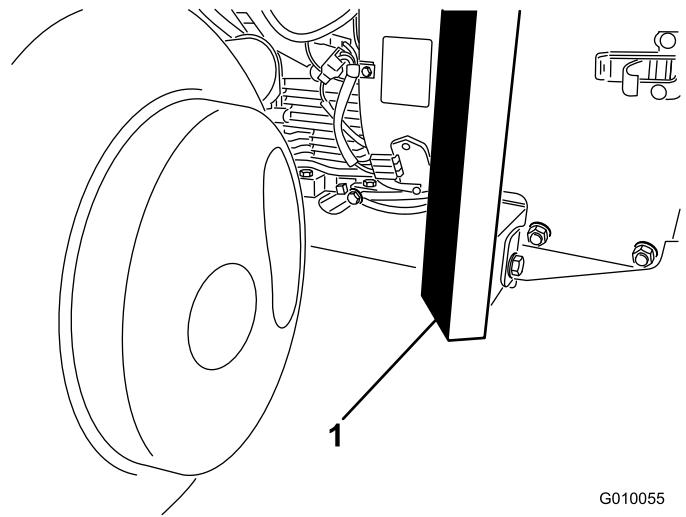

Figura 40
2. Coloque el gato firmemente debajo de la parte delantera del bastidor (Figura 40).